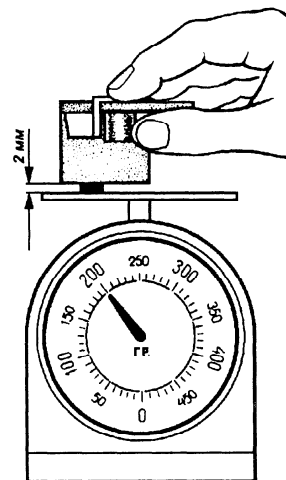

Рис. 14.4. Проверка усилия прижатия щеток
- измерьте динамометром усилие прижатия щеток (рис. 14.4) к контактным кольцам. Для замера усилия снимите щеткодержатель, удалите одну щетку, установите крышку на щеткодержатель, удерживая ее рукой. Затем выступающим из щеткодержателя концом щетки надавите на чашку стрелочных весов. Когда щетка будет выступать из щеткодержателя на 2 мм, замерьте показание весов. Усилие нажатия пружин на щетки должно быть 180-260 гс (1,8-2,6 Н);